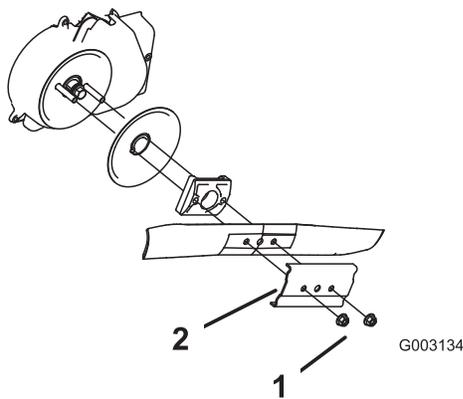

Figure 30
3. Retirez les 2 écrous de la lame et le renfort (Figure 30).